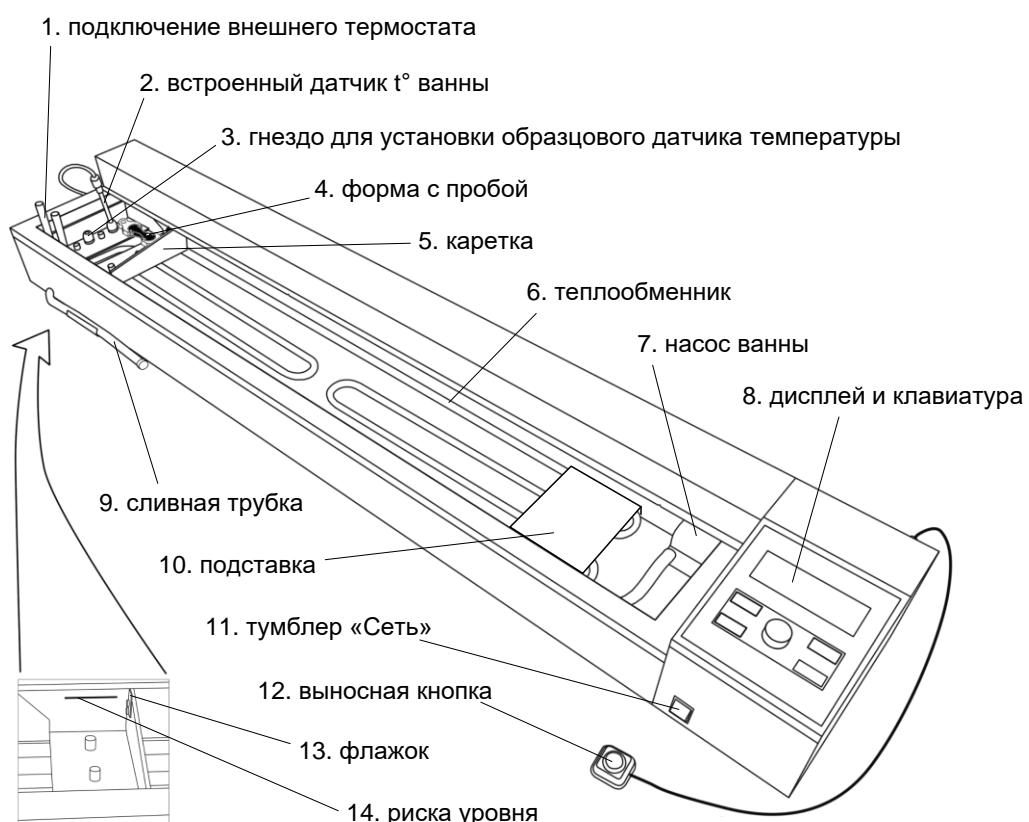
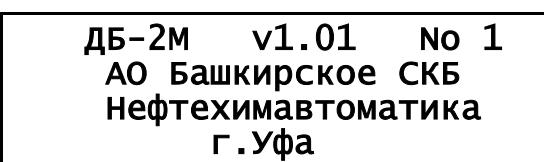

Рисунок 1 – Общий вид дуктилометра
Рисунок 4 – Окно загрузки
Дуктилометр включается тумблером «Сеть» (рисунок 1, позиция 11).
3.1.3 Установить встроенный датчик температуры (рисунок 1 на странице 4, позиция 2) таким образом, чтобы до дна ванны оставалось от 5 до 10 мм; при необходимости затянуть цанговый зажим.
3.3.1 Включить дуктилометр переключением тумблера «Сеть» (рисунок 1 на странице 4, позиция 11) в положение «I» (вверх). На дисплее отобразится окно загрузки (см. рисунок 4):
4.4.1.1 Установить пробку в сливную трубку (рисунок 1 на странице 4, позиция 9).
4.4.1.2 Залить в ванну теплоноситель по риске (рисунок 1 на странице 4, позиция 14).
4.4.1.3 Если для поддержания температуры ванны используется термостат, подключить его к теплообменнику дуктилометра (рисунок 1 на странице 4, позиция 1). Включить термостат на требуемый температурный режим: при испытании по ГОСТ 11505 (0...+0,5)°C или (25±0,5)°C.